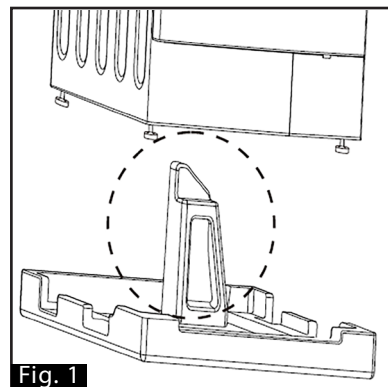

Fig. 1
2. Asegúrese de que la espuma triangular pequeña (Fig. 1) se retire con la pieza de espuma inferior.